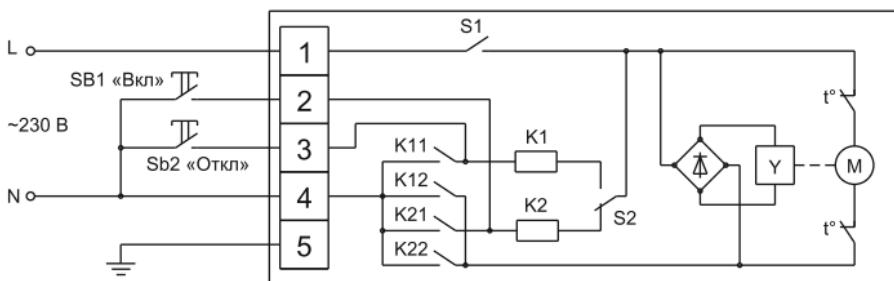

Рисунок 2. Схема электрическая принципиальная ЭП-40 и ЭП-43.
5.3 Электрические соединения при монтаже электропривода должны осуществляться в соответствии со схемой (рисунок 2) многожильными проводниками сечением не менее 0,35 мм².